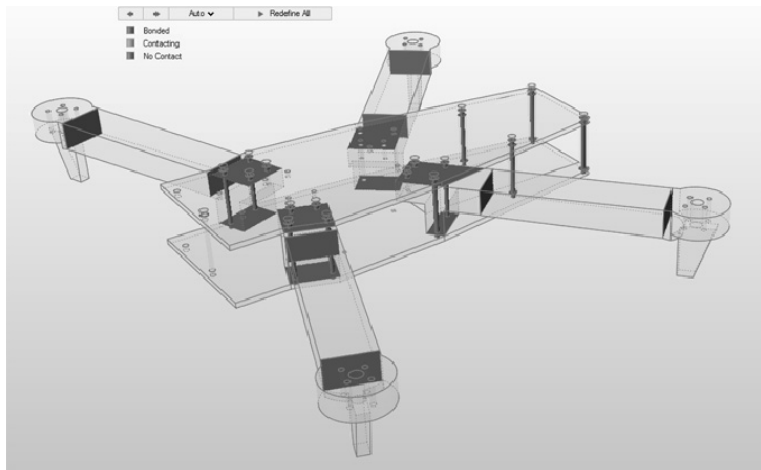

图 11-2
- 2) 此时弹出一个操作栏，且该工具会自动找出零件接触的位置，如图 11-2 所示。